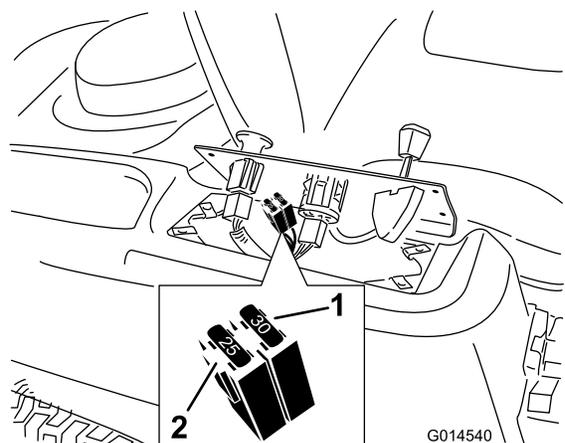

Figura 39
2. Sollevate la plancia per accedere al cablaggio preassemblato principale e al portafusibili (Figura 39).
3. Per sostituire un fusibile, tiratelo ed estraetelo dall'attacco (Figura 39).